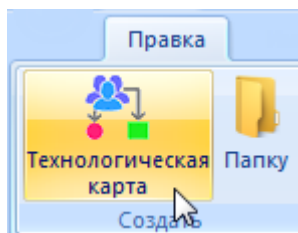

Рис. 12-34 – Панель «Создать»
- 3) Нажать кнопку «Технологическая карта» панели «Создать» (рис. 12-34). Выбранный раздел раскроется и в нем появится новая ТК.